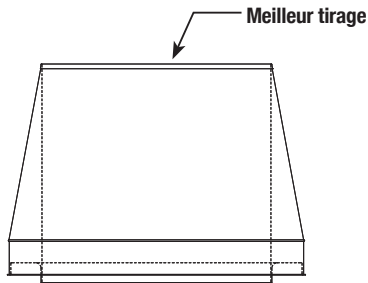

Figure 46 - Cône de finition (CIXØFC)
1. Installé en haut de la cheminée pour créer un meilleur tirage. Voir **Figure 46**.